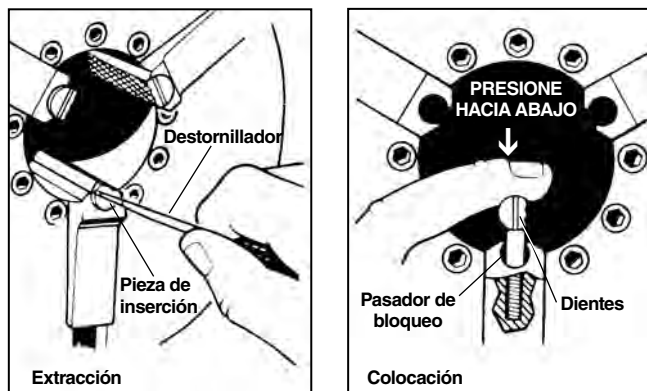

Figura 33 – Cambio de las piezas de inserción de la mordaza
1. Coloque un destornillador en la ranura de la pieza y gire 90 grados a izquierda o a derecha. Extraiga la pieza de inserción (Figura 33).
- Coloque la pieza de inserción de lado sobre el pasador de bloqueo y presione hacia abajo lo más que pueda (Figura 33).